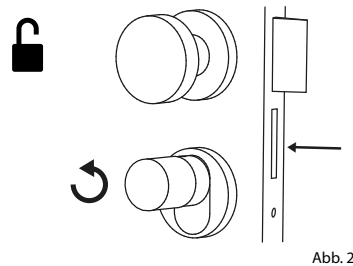
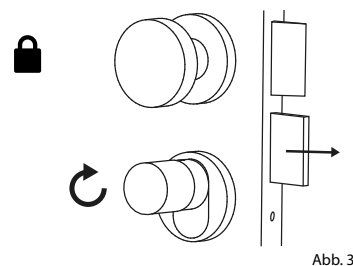

Abb. 2
Abb. 3
- 2 Je nach vorliegendem Zylinder, erhalten Sie eine visuelle Rückmeldung durch aufleuchten einer roten LED im Zylinderknauf. Der Zylinder ist nun freigegeben und das Schloss kann geöffnet (Abb. 2) bzw. abgeschlossen werden (Abb. 3).